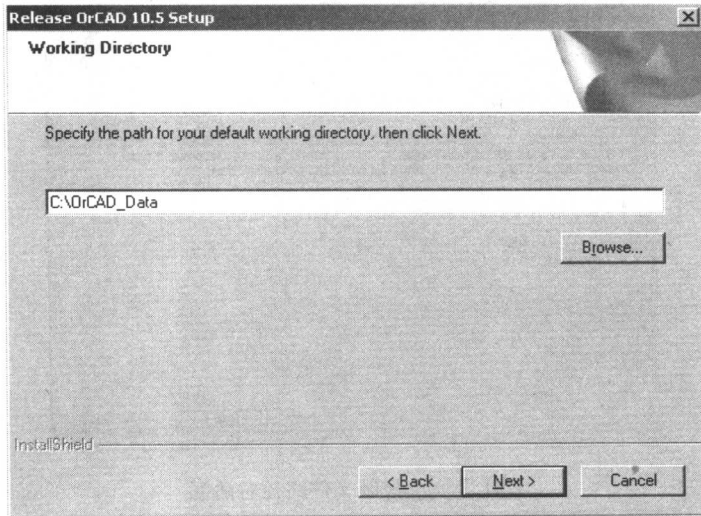
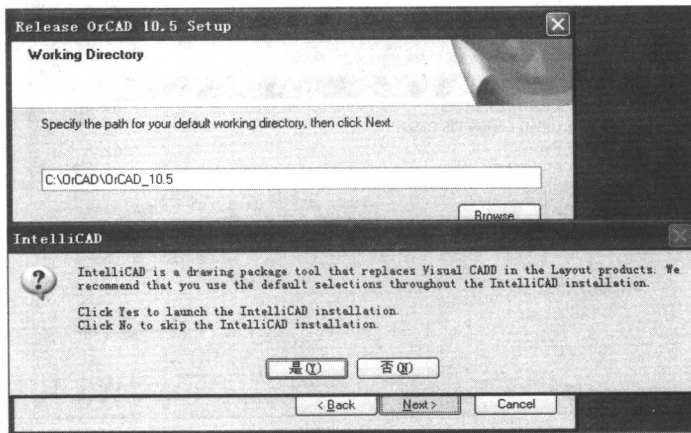

图 1.2.11 工作路径对话框
图 1.2.12 否安装 IntelliCAD 工具提示界面
(8)在弹出的如图 1.2.11 所示的安装路径对话框中，选择需要的工作路径，点击“Next”按钮，会弹出如图 1.2.12 所示的提示界面，提示是否安装 IntelliCAD 软件工具，如果需要安装，选择“是”按钮，否则选“否”按钮。